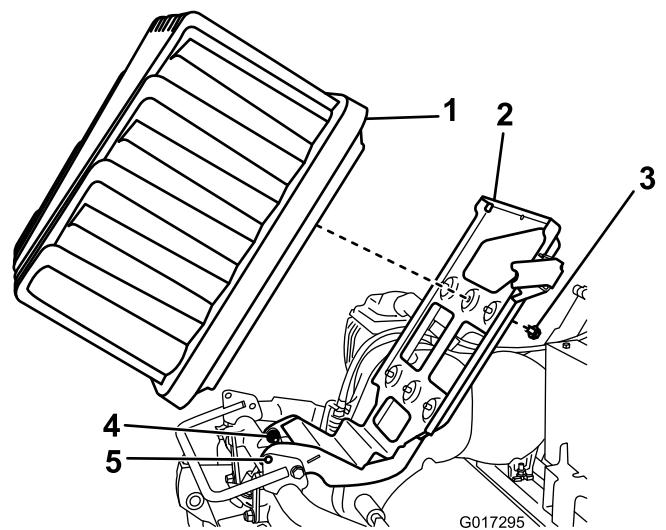

Figure 13
5. Desserrez les 2 boulons/écrous de pivot d'un demi-tour chacun (Figure 13).
- Soulevez la plate-forme de la batterie jusqu'à ce que les trous de blocage du socle soient alignés sur ceux du cadre (Figure 13).